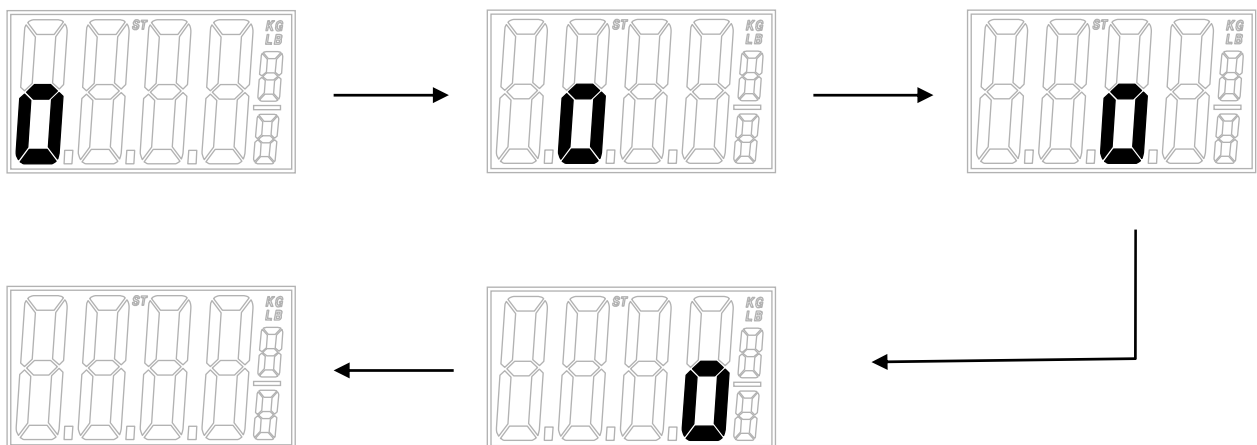

Fig. 2: Cero en Movimiento
4. Si el usuario se baja de la báscula antes de obtener un peso estable, la báscula mostrará 0.0lb/kg por 5 segundos, y a continuación un cero en movimiento (ver Fig. 2: abajo) y luego la báscula se apagará automáticamente.
5. Si el usuario se baja de la báscula luego de haber obtenido un peso estable, el peso del mismo se mantendrá en pantalla por 5 segundos, y a continuación un cero en movimiento (ver Fig. 2: abajo) y luego la bascula se apagará automáticamente.